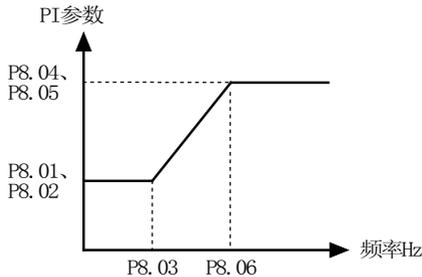

图 5-8-1 PI参数示意图
- ◆ P8.01和P8.02为运行频率小于速度环切换频率1（P8.03）时PI调节参数。P8.04和P8.05为运行频率大于速度环切换频率2（P8.06）时PI调节参数。处于速度环切换频率1和速度环切换频率2之间的频率段的PI参数，为两组PI参数线性切换，如图5-8-1